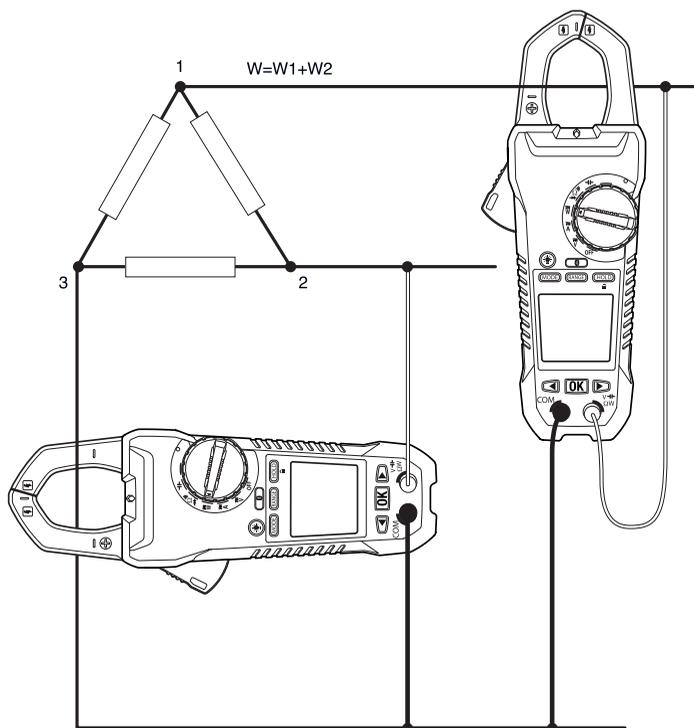

图 5.4 三相三线测量
根据图 5.4，三角形三相三线电路配置的功率分两步测量。总功率为以下两个测量值的总和： $W = W_1 + W_2$ 。
3. 根据图 5.4 对有功功率进行两项测量。